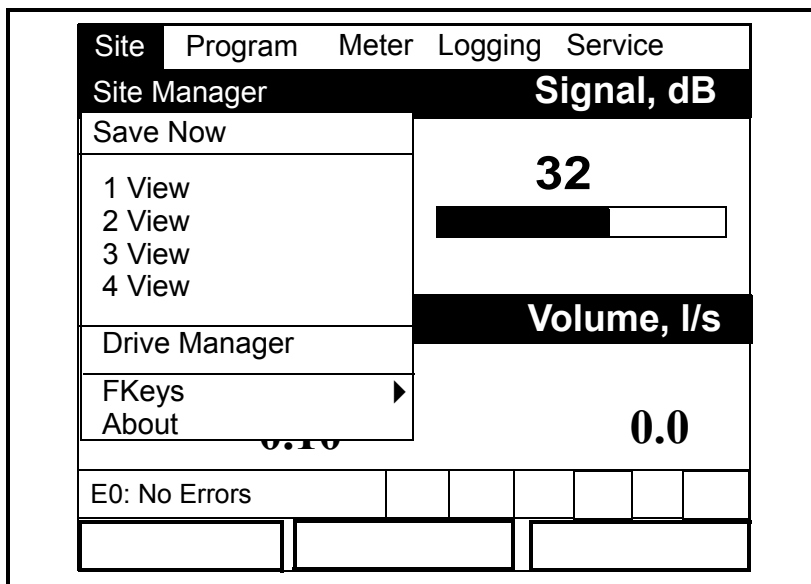

Figura 4-1: O Menu Site (Local)
2. Com o *Site Menu* (Menu Local) seleccionado, pressione [ENTER] e surgirá um ecrã semelhante ao da Figura 4-1 abaixo.
- A partir do *Site Menu* (Menu Local) (consulte Figura 4-1 na página 4-1), desloque-se até à opção *Save Now* (Guardar Agora) e pressione [ENTER]. Ou